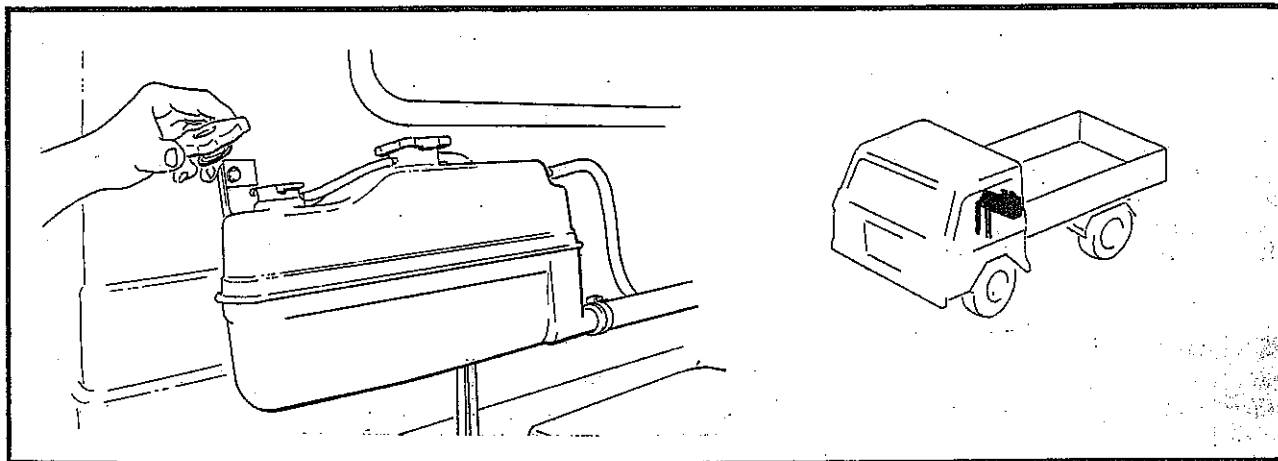

Fig. 2-4 Serbatoio supplementare d'espansione
2.6.1. Radiatore (fig. 2-4)
2.6.1. RADIATEUR (fig. 2-4)